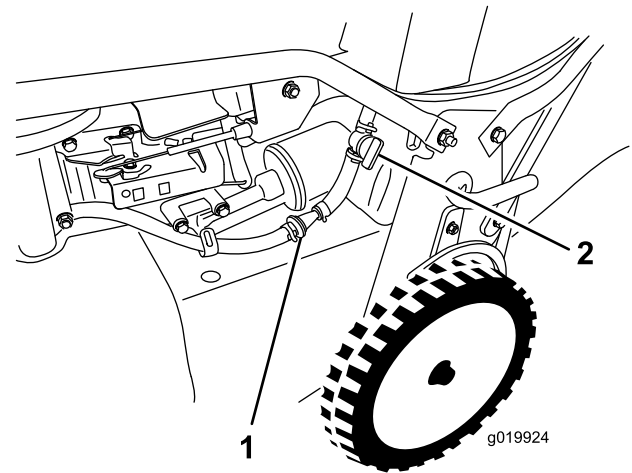

Figure 33
3. Fermez le robinet d'arrivée de carburant (Figure 33).
4. Déposez le filtre à carburant (Figure 33) de la conduite de carburant en desserrant les colliers qui entourent le filtre.